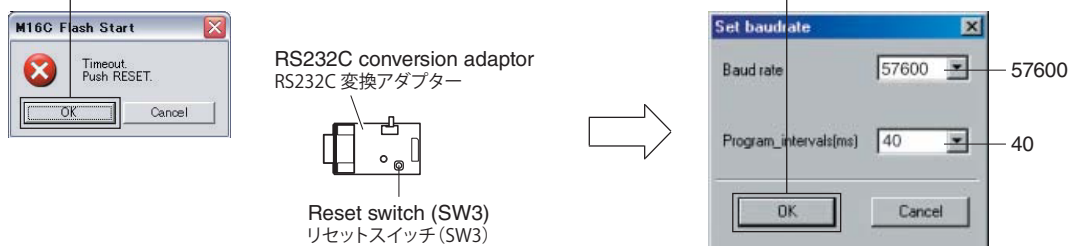

Fig. 3
- * If the "Timeout" error screen appears, press the "reset switch (SW3)" of the RS232C conversion adaptor and click [OK], and "Set baud rate" screen appears. (Fig. 3)
- ※ もしタイムアウトエラーが表示された場合、RS232C 変換アダプターの "リセットスイッチ (SW3)" を押して [OK] をクリックします。すると通信速度の設定画面が開きます。(Fig. 3)
Click [OK]. (Fig. 3)
[OK] をクリックします。(Fig. 3)